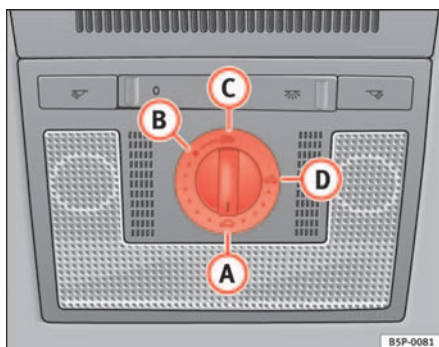

Abb. 71 Ausschnitt aus dem Dachhimmel: Drehschalter Schiebe-/Ausstelldach
- Drehen Sie den Drehschalter in Stellung **(A)** ⇒ Abb. 71 ⇒ ⚠.